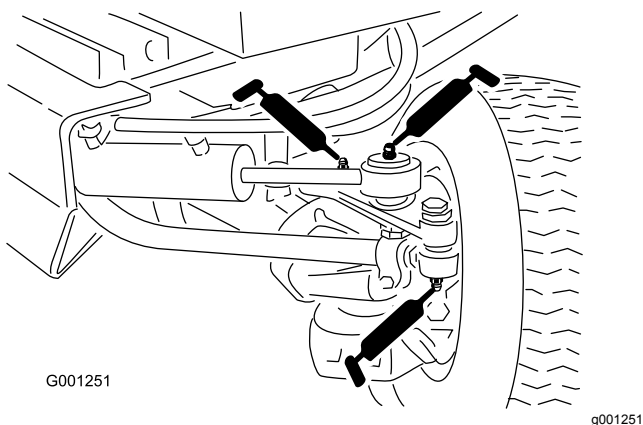

Figura 41
- Extremidades da barra de ligação (2) (**Figura 41**)
- Extremidades da barra do cilindro (2) (Figura 41)
- Articulações da direção (2) (Figura 41)
- Pino da articulação do eixo (Figura 41)